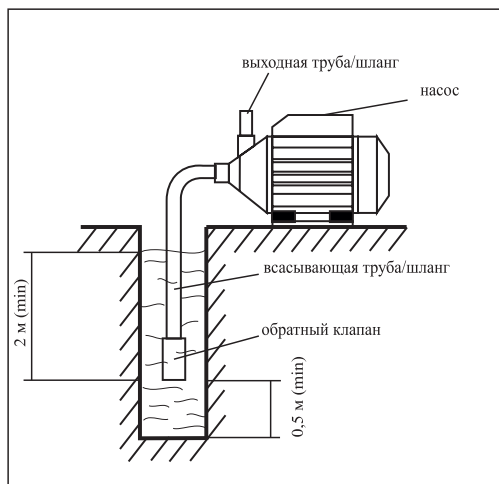

рис. 2
- всасывающую трубу (шланг) присоединить к входному патрубку и погрузить в воду, как указано на рис.2;
Внимание! Для оптимального функционирования насоса рекомендуется устанавливать на всасывающую трубу обратный клапан (в комплект поставки не входит), как указано на рис.2.